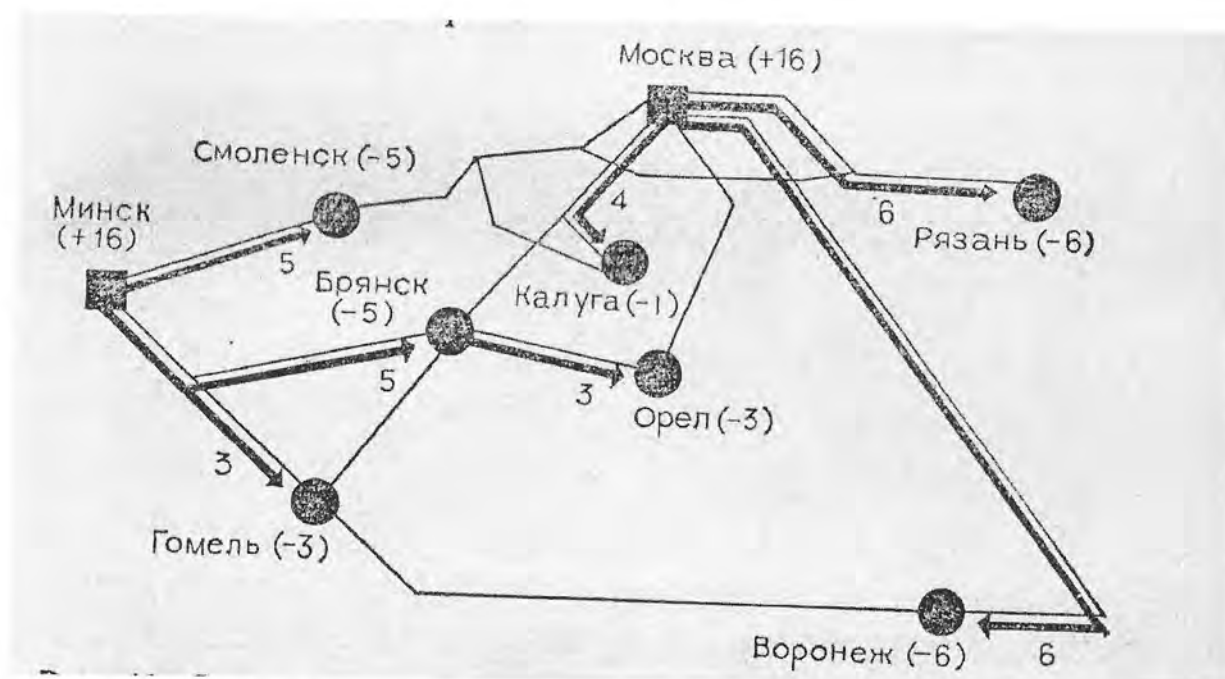

Рис. 10. Схема грузопотоков по оптимальному плану завоза-вывоза
2. На схеме железных дорог (см. приложение 4) графически размечают пункты вывоза-квадратиками, пункты завоза- кружочками и соединяют их кратчайшими железнодорожными путями (рис.10).
Из графического анализа размещения пунктов вывоза и завоза и связывающих их транспортных путей (рис. 10) видно, что Рязань бесспорно должна быть прикреплена к Москве, иначе возникнут нерациональные перевозки. Вопрос о прикреплении Смоленска, Гомеля, Брянска, Орла, Калуги и Воронежа к Москве и Минску является спорным.
большей наглядности рекомендуется на схеме каждый пункт вывоза и грузопотоки от него раскрасить определенным цветом. Схема грузопотоков по указанному выше плану завоза-вывоза показана на рис. 10.